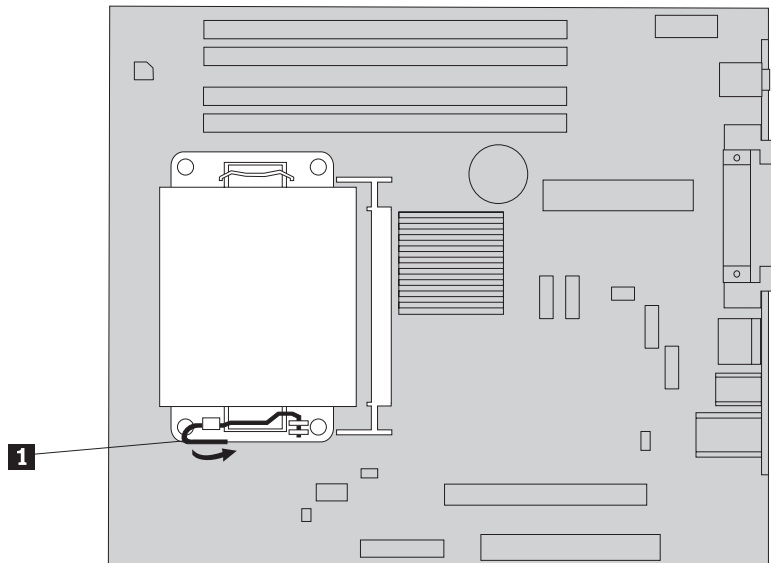

Figura 22. Rimozione del dissipatore di calore
3. Rimuovere il dissipatore dalla scheda di sistema ruotando la leva **1** fissando il dissipatore fino a che è in posizione alzata. Sollevare leggermente il dissipatore dalla scheda di sistema. Consultare la sezione Figura 22 a pagina 29.